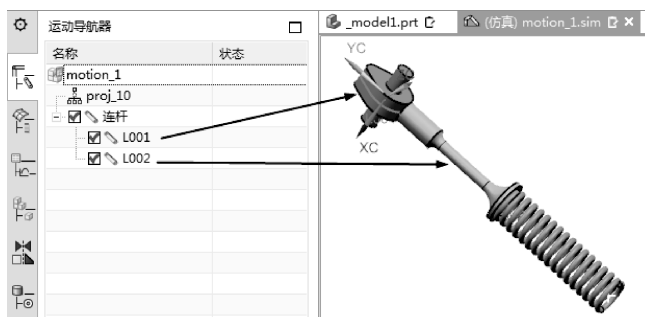

图 8-49 创建连杆几何模型
- 04 单击【连杆】按钮，打开【连杆】对话框。然后选择凸轮定义为连杆 1、顶杆组件为连杆 2，如图 8-49 所示。